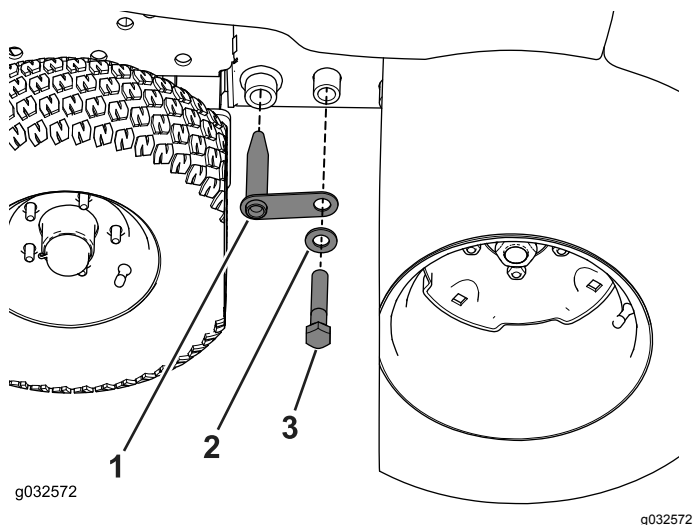

Figure 69
4. Fixez le cadre d'hiver au cadre de la machine à l'aide de la barre d'accouplement, du boulon ($\frac{3}{4}$ " x 4") et de la rondelle (Figure 69).